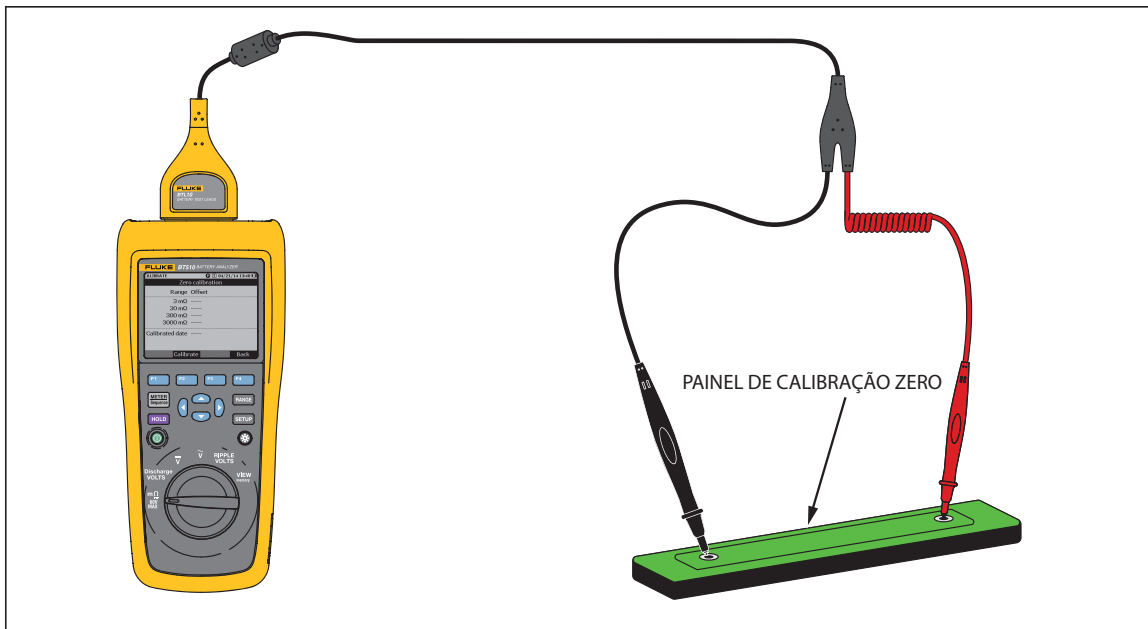

Figura 6-4. Configuração de calibração zero
1. Encontre o painel de calibração zero em uma superfície plana horizontal. Veja a figura 6-4.